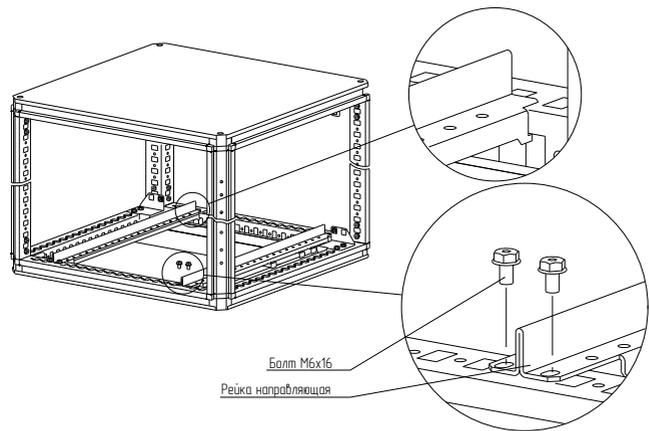

Рисунок 11
4.4.5 Для удобства установки панели монтажной рекомендуется применять направляющие рейки (рисунок 11). Направляющие рейки необходимо закрепить на основании болтами М6×16. Момент затяжки – 7 Н·м. Направляющие рейки приобрести отдельно.